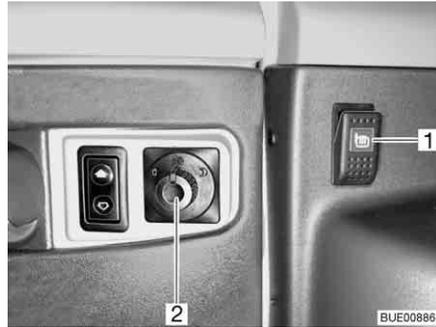
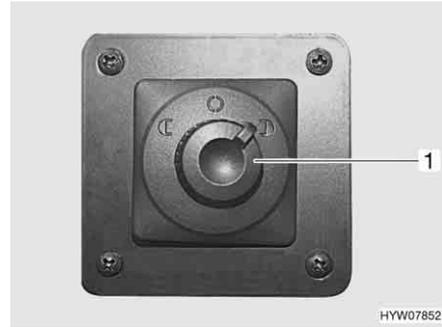

Fig. 32 Interruptor para regulação do espelho retrovisor externo e para o aquecimento do espelho retrovisor externo
Fig. 33 Interruptor para regulação do espelho retrovisor externo
- Escolha o espelho retrovisor externo que pretende regular. Para isso, rode o interruptor rotativo (Fig. 32,2 ou Fig. 33,1) para a esquerda ou para a direita.
- Pressione o interruptor (Fig. 32,2 ou Fig. 33,1) para o sentido pretendido.
- Pressione o interruptor (Fig. 32,1) no painel de instrumentos. A luz piloto no interruptor indica o funcionamento.